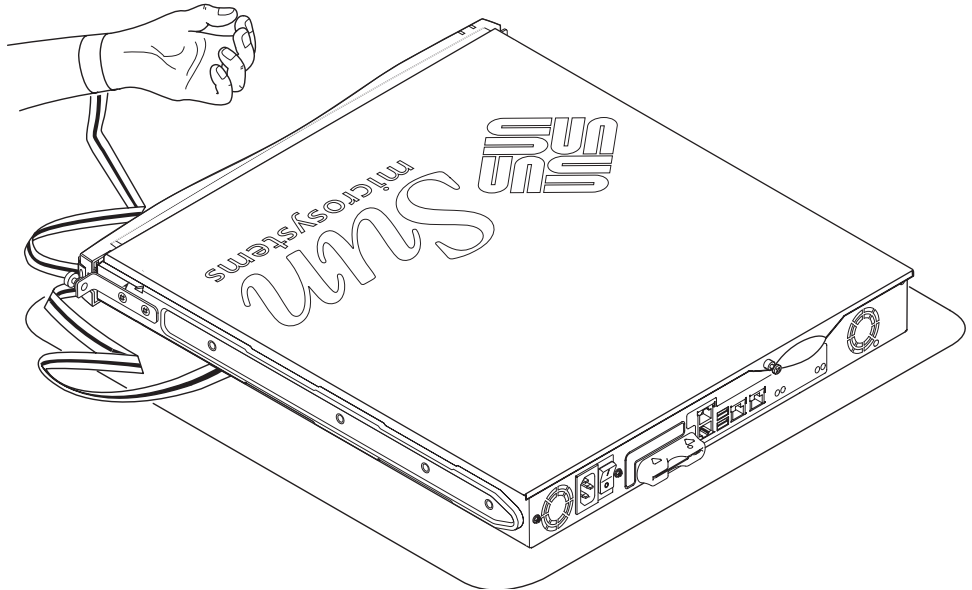

FIGURA 8-2 Utilización de la muñequera antiestática de un solo uso que se proporciona con el sistema
Precaución: El sistema contiene piezas electrónicas que son extremadamente sensibles a la electricidad estática. No toque ninguna pieza metálica. Coloque el sistema sobre una almohadilla para descargas electrostáticas (ESD) (consulte la FIGURA 8-2). Utilice la muñequera antiestática de un solo uso que se proporciona con el sistema y sujétela a la base metálica del sistema antes de tocar los componentes internos.
1. Sitúe la unidad en una superficie ESD y coloque la muñequera antiestática (consulte la FIGURA 8-2).
1. **Sitúe la unidad en una superficie ESD y coloque la muñequera antiestática (consulte la FIGURA 8-2).**